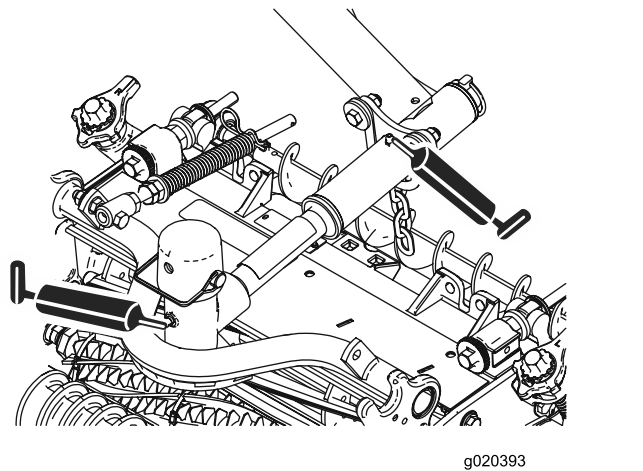

Figura 59
- Perni dell'apparato di taglio (2 cad.); fate riferimento alla Figura 59.